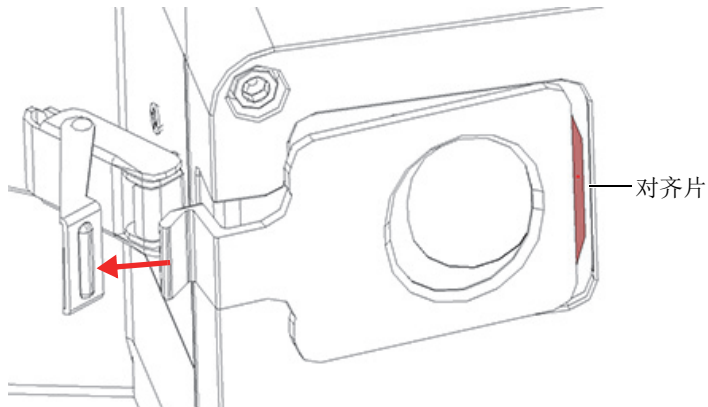

图 4-4 面板对齐片完全可见
5. 将面板稍微向左拉，直到对齐片完全可见（参见第59页的图 4-4），然后将面板从仪器上提起来。